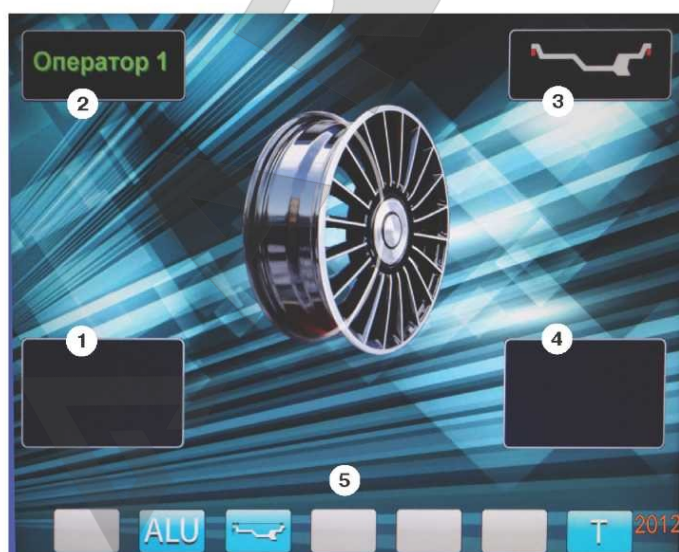

рис.8.2.
8.3. После включения питания СБ на экране монитора отображается фирменная заставка, которая через несколько секунд сменяется отображением экрана основного рабочего режима (рис. 8.2).
12.2. При включении СБ программа измерения дисбаланса настраивается таким образом, что дисбаланс менее 5 г (заводская установка) на любой плоскости коррекции не показывается, в этом случае в окнах 1 и 4 (рис. 8.2) высвечиваются «ОК». Минимальный дисбаланс отображающийся в окнах 1 и 4 равен 5 г. Дисбаланс, превышающий 5г, округляется до величины кратной 5, т. е. дисбаланс 9, 10, 11 и 12 г отображается цифрой 10, дисбаланс 13, 14, 15, 16 и 17 г - цифрой 15 и т. д. Для просмотра неокругленного значения дисбаланса или дисбаланса менее 5г. необходимо нажать кнопку «<>», при этом в окнах 1 и 4 на 2-3 сек высвечиваются фактические значения дисбаланса, определенные в данном запуске.